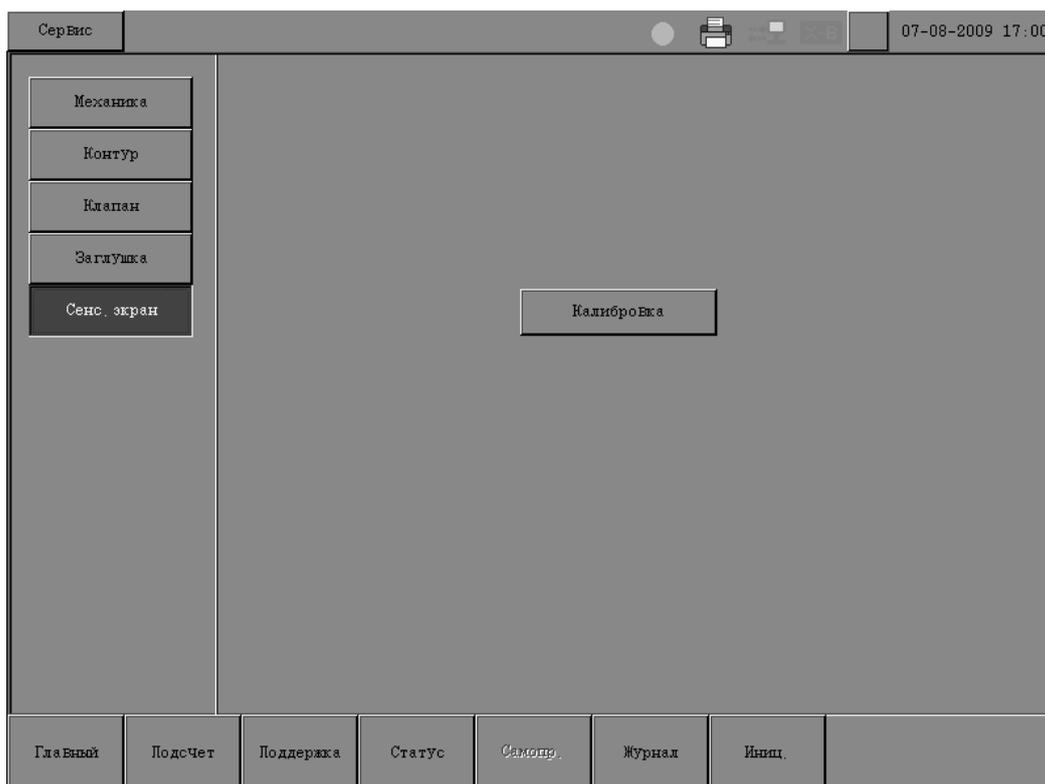

Рисунок 10-41 Экран «Сенс.экран»
1. **НАЖМИТЕ** кнопку «Сенс.экран» на экране «Самопроверка», чтобы открыть экран (Рисунок 10-41).